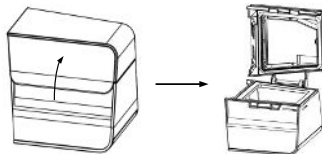
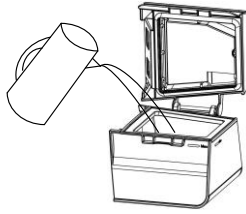

Fig. 14-2
Fig. 14-3
(1) Abra la tapa, como se ve en la Fig. 14-2, y llene la cámara de agua con aproximadamente 360 ml de agua, como se ve en la Fig. 14-3. Asegúrese de que el agua no exceda la línea de nivel máximo de agua.